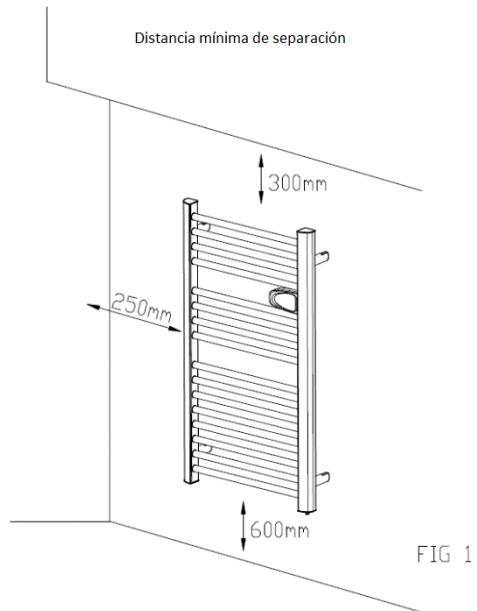

FIG 1
1. Utilice los soportes de pared proporcionados para montar la unidad. Tenga en cuenta las distancias mínimas de los obstáculos (véase la Fig. 1).